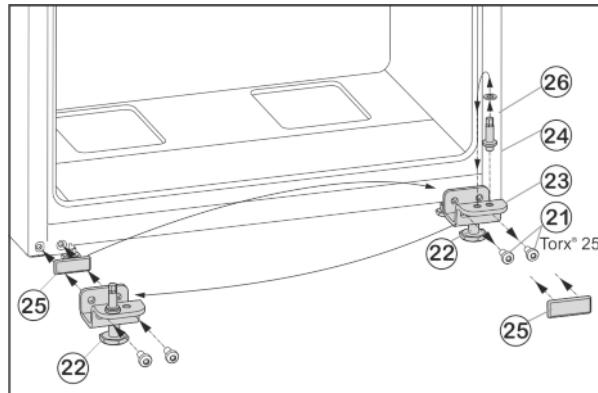

Fig. 7
- ▶ Odvijte pričvrsne vijke Fig. 7 (21).
- ▶ Skinite cijeli podložak ležaja dolje Fig. 7 (23) zajedno sa svornjakom ležaja Fig. 7 (24), pločicom Fig. 7 (26) i podesivom nožicom Fig. 7 (22).
- ▶ Potpuno odvijte svornjak ležaja Fig. 7 (24) zajedno s pločicom Fig. 7 (26), premjestite ga u suprotnu prihvatu rupu podloška ležaja i ponovo zavijte.
- ▶ Pažljivo skinite poklopac Fig. 7 (25) i premjestite ga na drugu stranu.
- ▶ Cijeli podložak ležaja dolje Fig. 7 (23) zajedno sa svornjakom ležaja Fig. 7 (24), pločicom Fig. 7 (26) i podesivom nožicom Fig. 7 (22) ponovno pričvrstite na novoj strani šarke, po potrebi uz pomoć odvijača na baterije (**s 4 Nm**).
- ▶ Stavite donja vrata odozgo na svornjak ležića Fig. 7 (24).
- Odvijte podesivu nožicu Fig. 7 (22) napodlošku ležaja dolje Fig. 7 (23) tako da se podupre o pod.